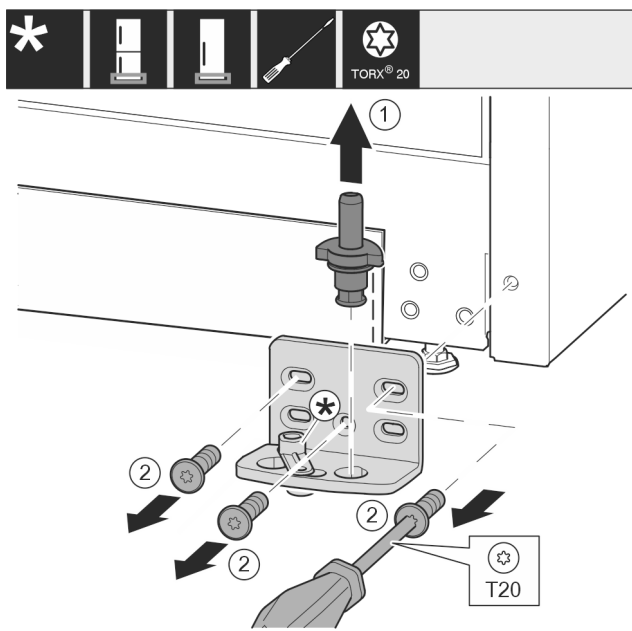

Fig. 12
- Ležajni sornik Fig. 12 (1) v celoti izvlecite v smeri navzgor.
- Odvijte vijake Fig. 12 (2) z izvijačem in snemite ležajni podstavek.